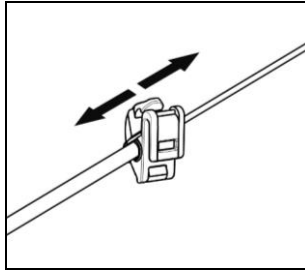

Fig. 25
- Regolare il microfono (Fig. 25).